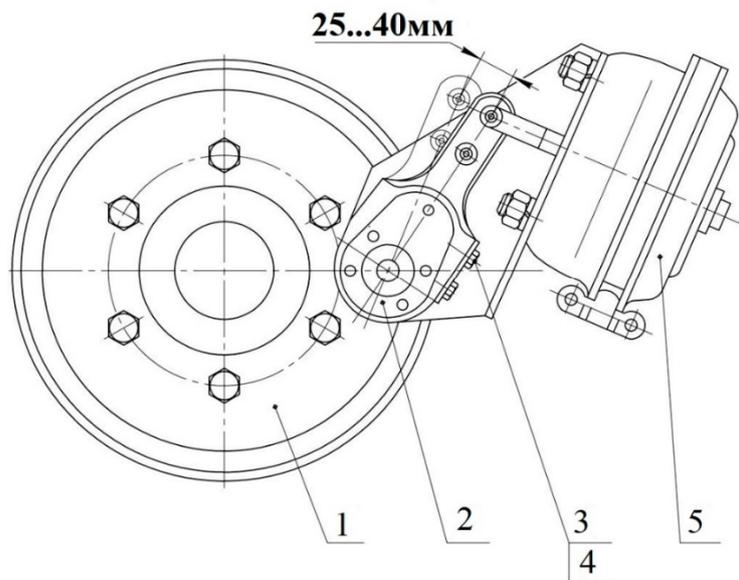

Рисунок 9.2 – Схема регулировки тормозов
2.) С рычагом развода тормозных колодок регулируемым (рисунок 9.2):
- расстопорить ось червяка 4 (рисунок 9.2) рычага регулировочного 2, отвернув винт стопорный 3;